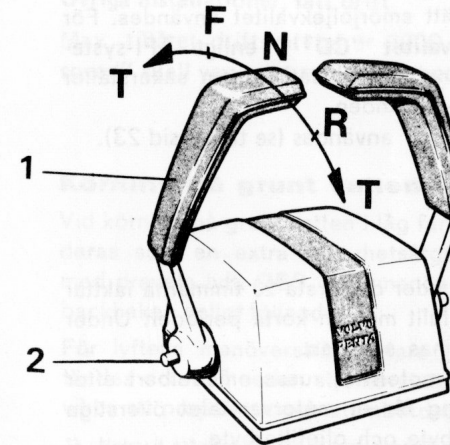

Fig. 9. Volvo Penta Twin Control System
1. För manöverspaken till neutralläge samt frikoppla växelmanövreringen, (se anvisningar fig. 9 och 10). Skjut därefter fartreglaget till **fullt pådrag** vilket ger fullgod insprutningsmängd även vid kall väderlek.